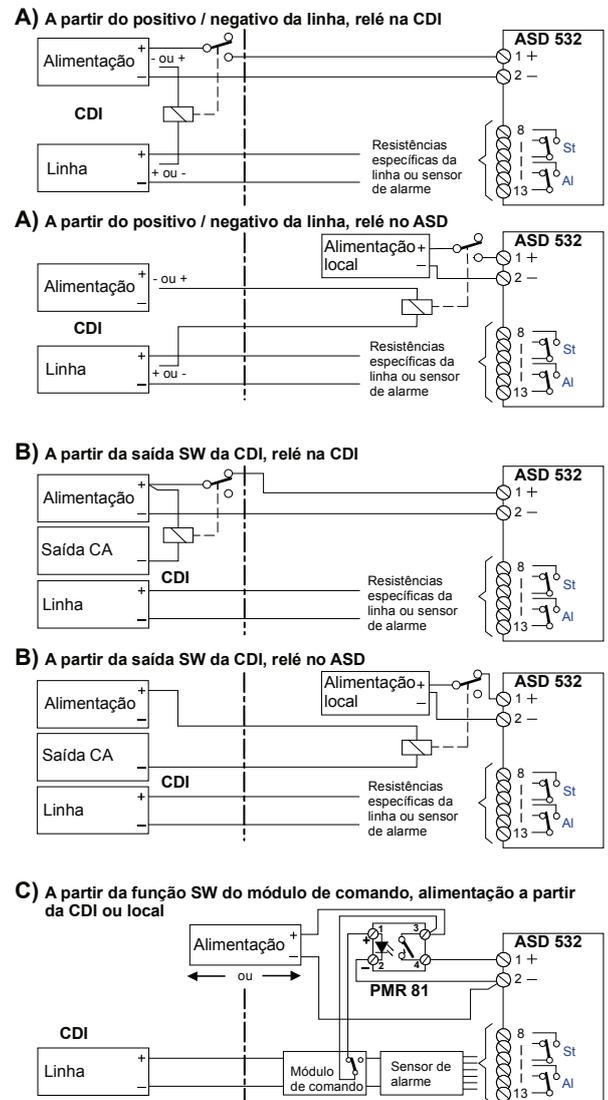

Fig. 21 Comando através da alimentação com relé
A ativação do relé auxiliar pode decorrer da seguinte forma (ver a Fig. 21):
- Os elementos de proteção CEM na entrada do sistema eletrónico do ASD causam um pico de corrente durante um curto período ao aplicar tensão de alimentação (5 A/1 ms). Isto pode levar à aglutinação do contacto de relé ao utilizar o relé auxiliar com uma capacidade de contacto de 1 A. Por isso, é **fundamental** utilizar relés auxiliares com uma capacidade de contacto **superior a 1 A** – p. ex., relé do semicondutor PMR 81 (ver a Fig. 21 C)).